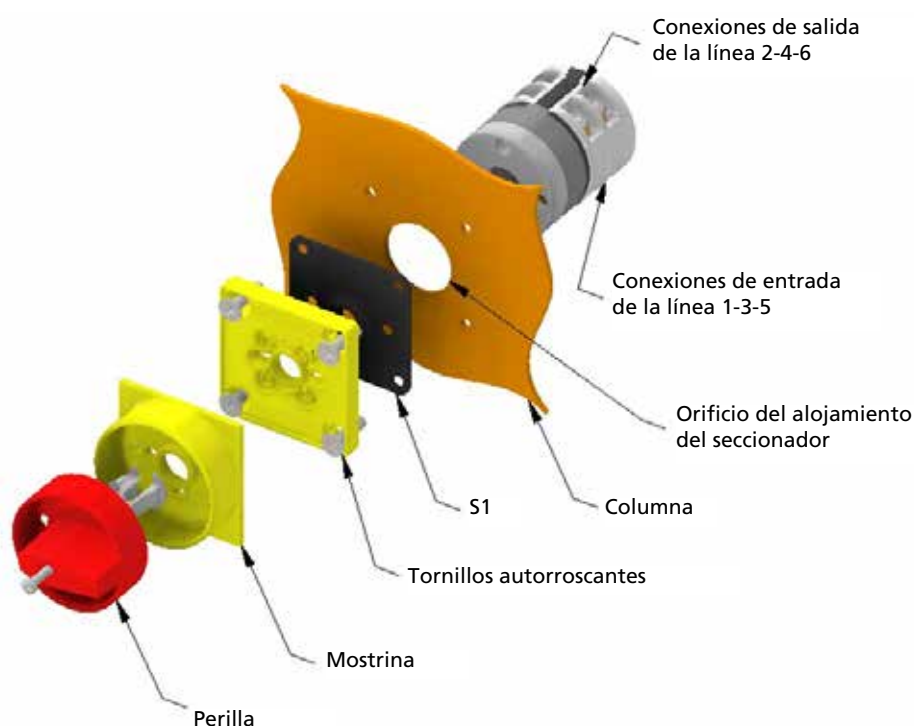

fig.58
- Lleve a cabo la conexión de la instalación de tierra, en la estructura de la grúa, en correspondencia con los puntos de toma específicos (fig. 58).